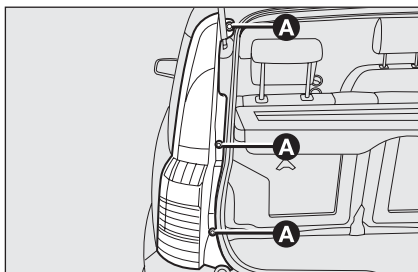

fig. 32
- svitare le tre viti **A-fig. 32** dalle rispettive sedi, tirare delicatamente verso di sé il fanale completo fino al totale disimpegno delle tre mollette di aggancio (sono fissate a pressione) e sganciare il connettore;